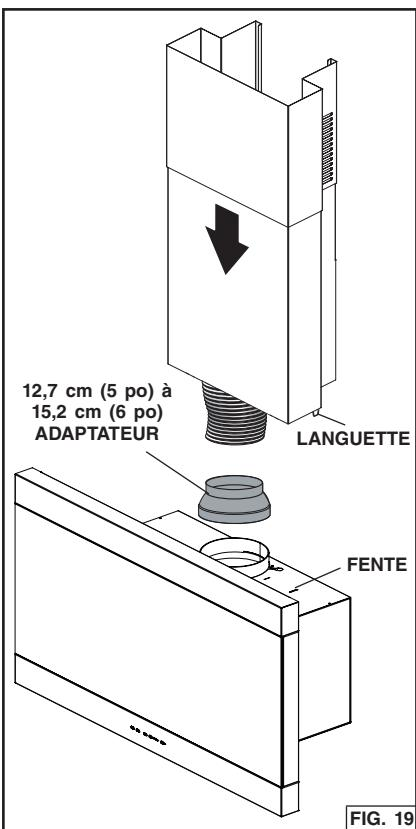

FIG. 19
10. Les languettes du carreau inférieur se glissent dans les fentes sur le dessus de la hotte. Fig. 19.